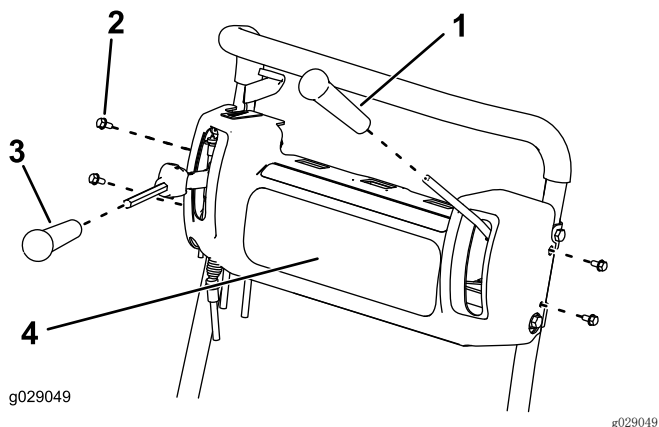

图3
6. 卸下刹车杆和牵引杆手柄（图3）。
7. 拆下并丢弃控制台盖子（图3）。